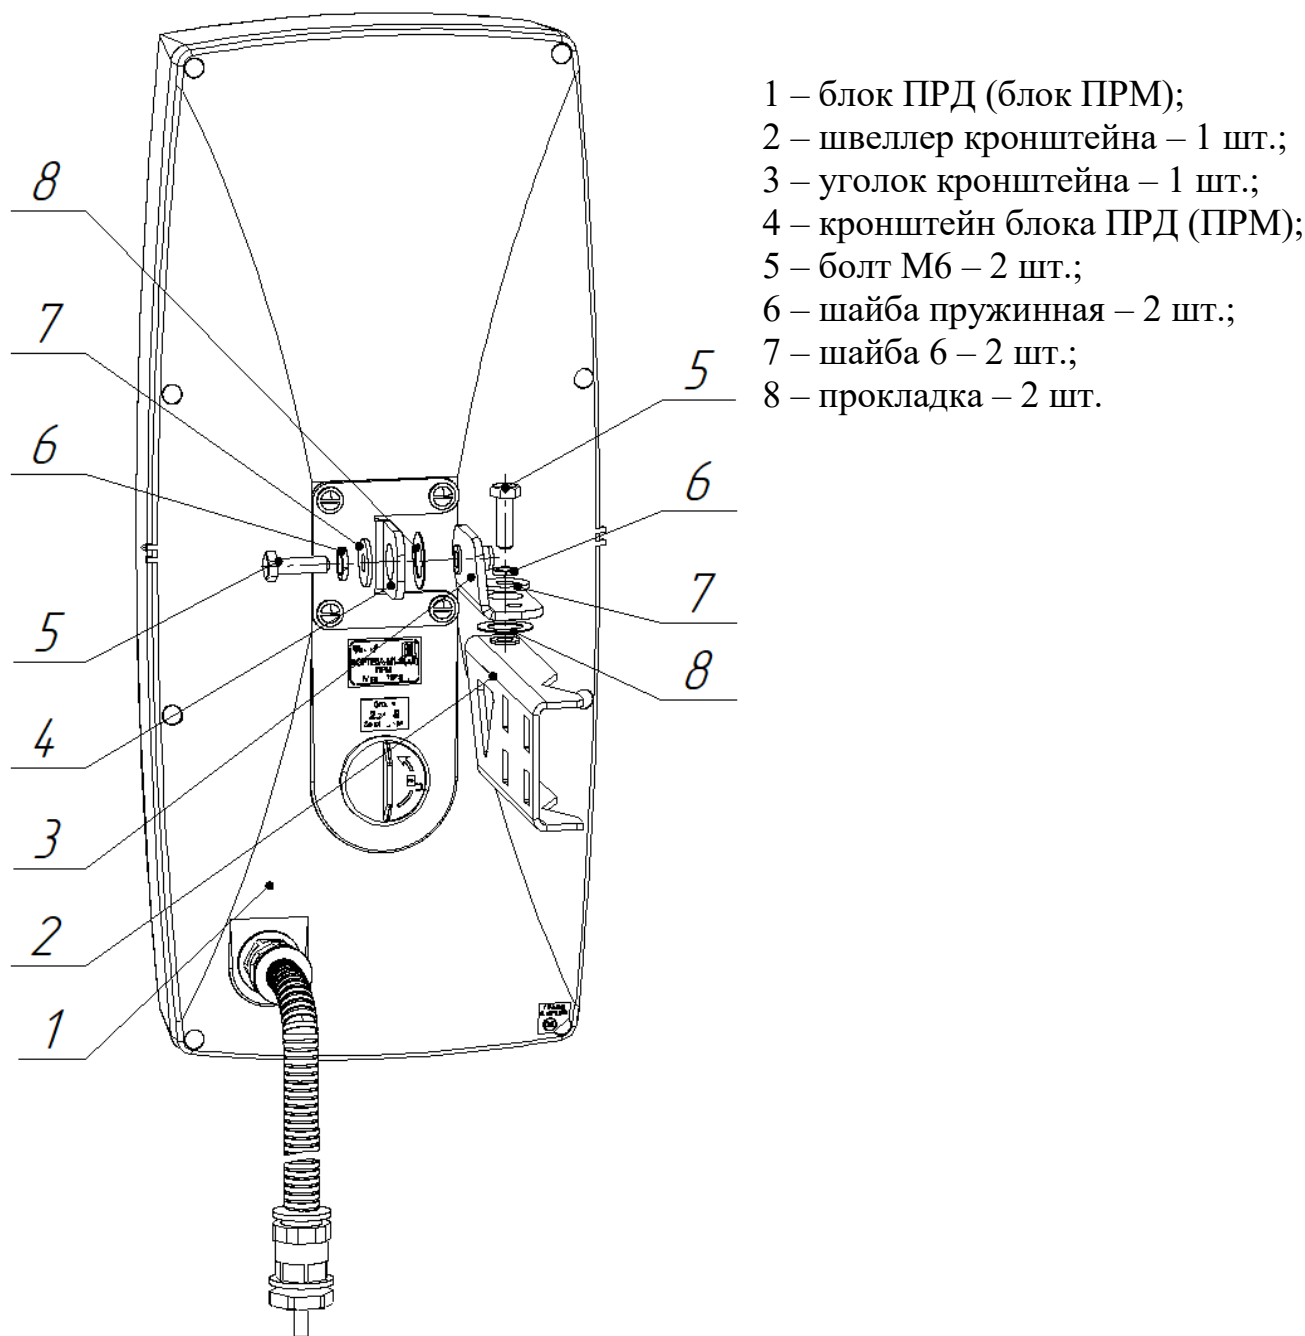

Рисунок 2.6 – Установка блока ПРД (блока ПРМ) извещателей «ФОРТЕЗА-М300-Ethernet», «ФОРТЕЗА-М500-Ethernet» на кронштейне
2.3.4.2 Закрепить блок ПРД (блок ПРМ) поз.1 на кронштейне (см. п.2.3.4.4 и рисунок 2.6).